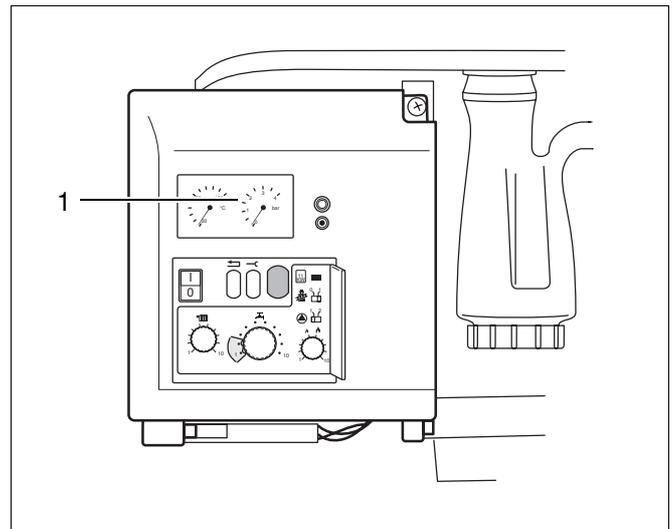

Abb. 14 Druckanzeige
- Wasserhahn öffnen und Anlage bis zu einem Druck von 1,0 - 1,2 bar (Abb. 14, Pos. 1) füllen. Der optimale Fülldruck beträgt 1,0 bar.